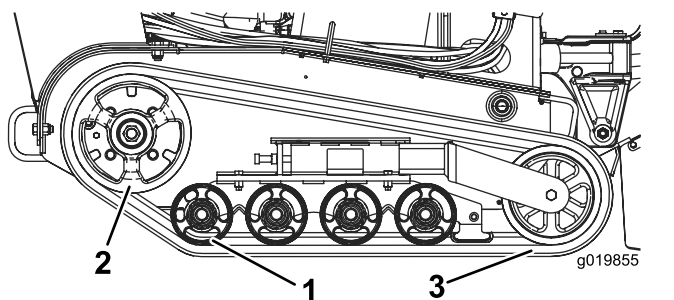

Figura 46
**Importante:** Certifique-se de que limpa bem as rodas de estrada e a roda motora de transmissão (Figura 46). As rodas de estrada devem rodar livremente quando limpas.
8. Começando na roda motora de transmissão, enrole a nova lagarta em torno da roda motora, assegurando que as porcas da lagarta se encaixam nos espaçadores da roda motora (Figura 46).
9. Empurre a lagarta para debaixo e para o meio das rodas de estrada traseira e central (Figura 46).